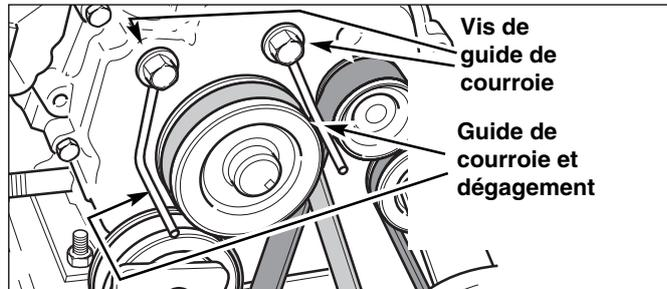

Figure 25. Réglage du guide de courroie de la vis sans fin (modèles récents)
1. La commande de fraise étant toujours complètement enfoncée, régler le(s) guide(s) de courroie de fraise de manière à ce qu'il y ait un espacement de $1/64'' / 0,4 \text{ mm}$ ($1/32'' / 0,8 \text{ mm}$ maximum) entre le guide et la courroie (Figure 25), en s'assurant que le guide n'exerce PAS de pression sur la courroie.
2. En veillant à NE PAS déplacer le guide de courroie de fraise, serrer la vis du guide de courroie de fraise (Figure 25) pour fixer le guide.
3. Vérifier le réglage du (des) guide(s) de courroie de fraise (Figure 25) pour vérifier que l'espacement entre la courroie et le(s) guide(s) est correct.
4. Desserrer le guide de courroie de la vis sans fin et sortir la courroie de la poulie du moteur en l'écartant de la poulie de tension (Voir Figure 25).